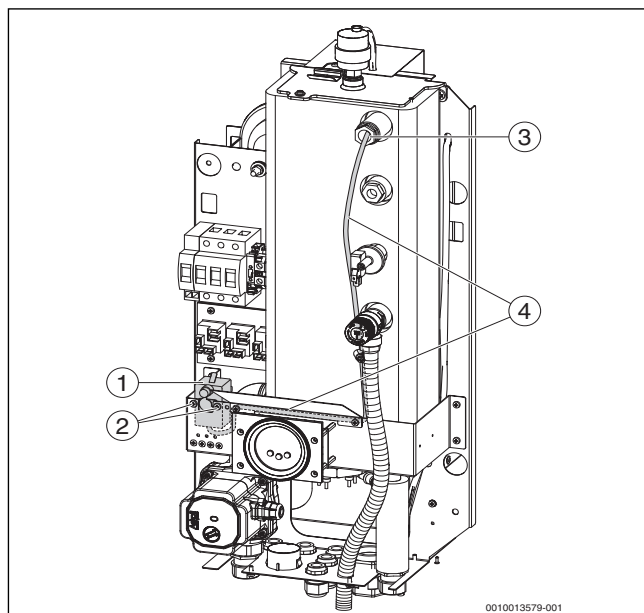

Fig. 2 Plassering av sikkerhetstemperaturbegrenseren og kapillarføleren
- ▶ Ta låsefjæren ut av termometerlommen, trekk ut kapillarføleren til termostaten, løsne kapillarene fra bunten, skru av og ta ut den opprinnelige sikkerhetstemperaturbegrenseren. (→ fig. 2, [3, 4])